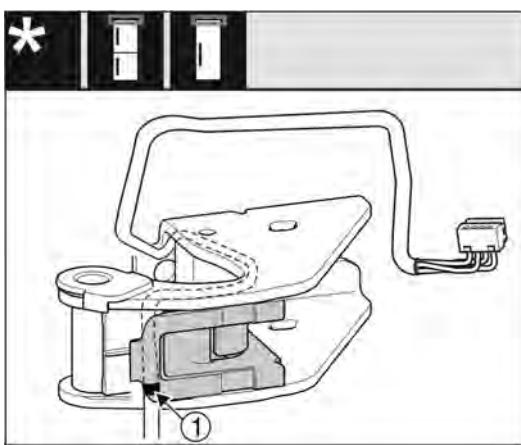

Fig. 16
- При этом средняя маркировка должна находиться на краю держателя кабеля Fig. 16 (1).